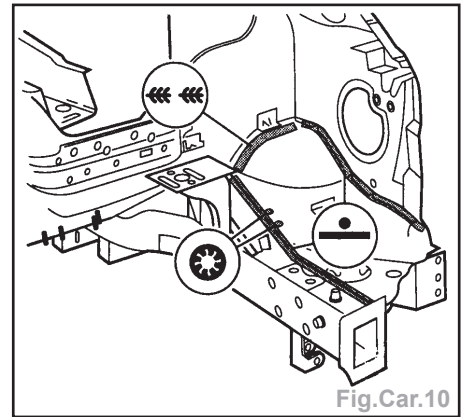

Fig.Car.10
- Effectuer la soudure en bord à bord de la zone d'accostage en cordon continu sous gaz de protection (Fig.Car.10).